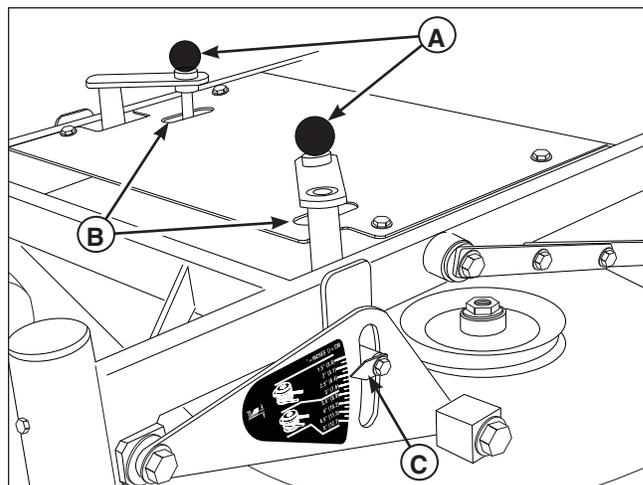

Figure 4. Réglage de hauteur de Coupe
1. Tirer la poignée de réglage de hauteur de coupe (**A**, **figure 4**) vers le haut et hors de la position de blocage de poignée (**B**) et faire tourner la poignée **dans le sens des aiguilles d'une montre** pour élever le plateau à la hauteur de coupe désirée. Faire tourner la poignée **dans le sens contraire des aiguilles d'une montre** pour abaisser le plateau à la hauteur de coupe désirée. Après obtention des hauteurs de coupe désirées, positionner les poignées de réglage de hauteur de coupe en position de blocage de poignée.